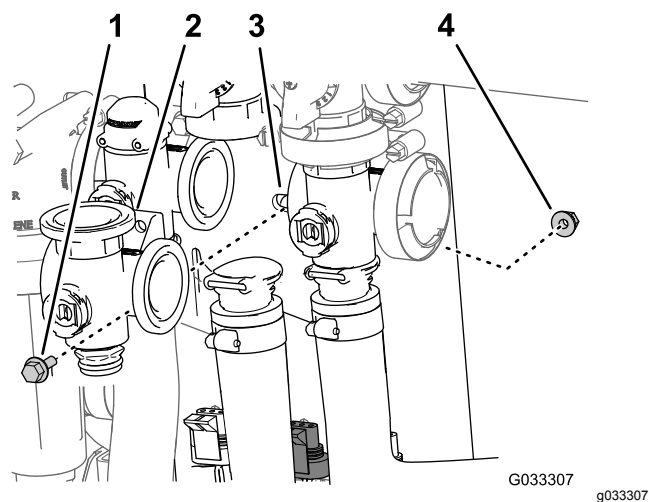

Figura 65
3. Retire o parafuso de cabeça flangeada e a porca flangeada que prendem a válvula de agitação à montagem da válvula e retire o coletor da válvula da máquina (Figura 65).